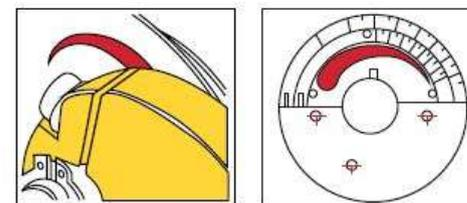

Рис. 14. Установка дебалансов (эксцентриков)
3. Установить дебалансы на необходимое значение (Рис. 14);